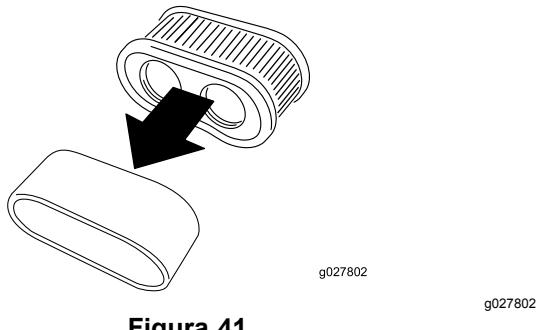

Figura 41
5. Separe los elementos de gomaespuma y papel (Figura 41).